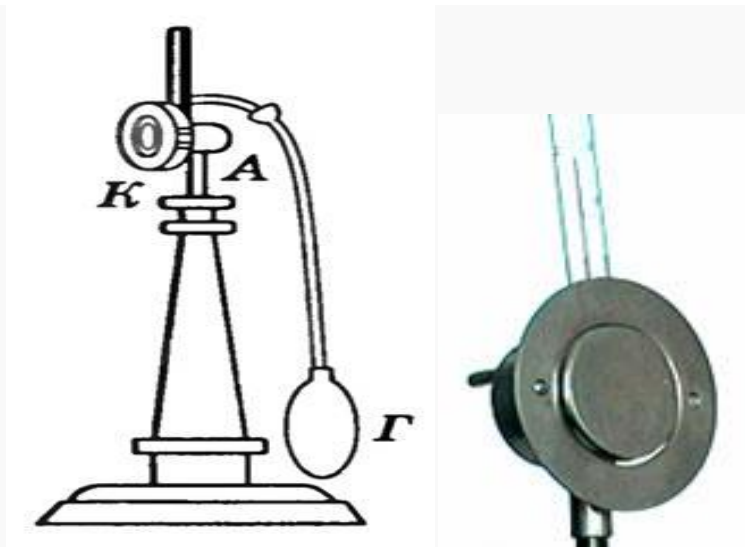

Рисунок 7 - Схема устройства конденсационного гигрометра.
При понижении температуры, относительная влажность воздуха увеличивается. При некоторой температуре, называемой *точкой росы*, водяной пар становится насыщенным. Это означает, что в воздухе находится максимально возможное количество водяных паров. Относительная влажность воздуха равна 100 %. Дальнейшее понижение температуры приводит к тому, что образующийся излишек водяных паров начинает конденсироваться в виде капелек росы или тумана. Быстрого охлаждения можно добиться при интенсивном испарении какой-нибудь летучей жидкости. Конденсационный гигрометр (от греческих слов *hugros* – влажный и *metreo* – измеряю) представляет собой металлическую коробку *A*, передняя стенка *K* которой хорошо отполирована (рисунок 7). Внутри коробки наливают легко испаряющуюся жидкость — эфир — и вставляют термометр. Пропуская через коробку воздух с помощью резиновой груши *Г*, вызывают сильное испарение эфира и быстрое охлаждение коробки.
1. Ознакомьтесь с устройством конденсационного гигрометра (рисунок 7). Опишите принцип действия.